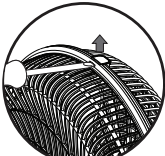

Figura 15
- Para remover a grade frontal, introduzir a ponta da chave de fenda pela parte frontal da grade protetora em cada uma das fendas localizadas na sua borda, pressionando as linguetas para fora e então, liberar as 5 (cinco) travas conforme mostrado na **Figura 15**.